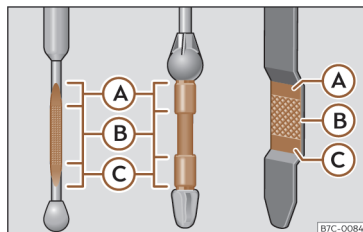

Fig. 229 Vareta de medição do nível de óleo.
- Em seguida, retire-a novamente e verifique o nível do óleo >>> Fig. 229. Caso seja necessário, reponha óleo do motor.
- Quando o nível de óleo atingir pelo menos a zona >>> **Fig. 229 B**, enrosque a tampa do bocal de enchimento com cuidado >>> **1.**